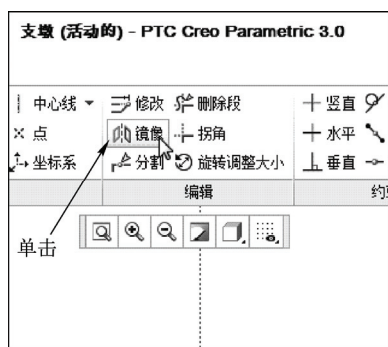

图 3-33 单击“镜像”按钮
STEP 03 在绘图区中, 选择所有的图形对象, 单击“编辑”面板中的“镜像”按钮, 如图 3-33 所示。